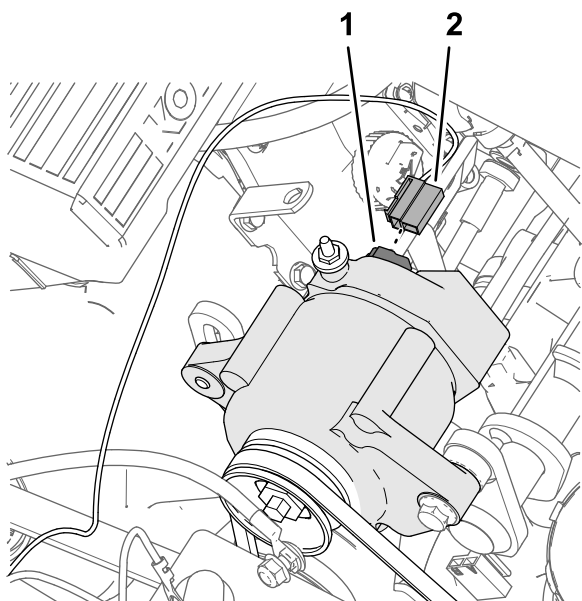

Рисунок 184
1. Подсоедините 2-гнездовой разъем в конце розового провода длиной 57 см из комплекта жгута проводов (Рисунок 184) к 2-штыревому разъему генератора (50 А).